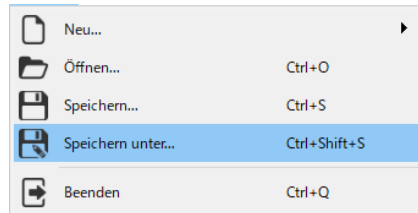

Abbildung 7-52 Projektdatei speichern
- b) Klicken Sie auf Speichern unter. (Abbildung 7-52)